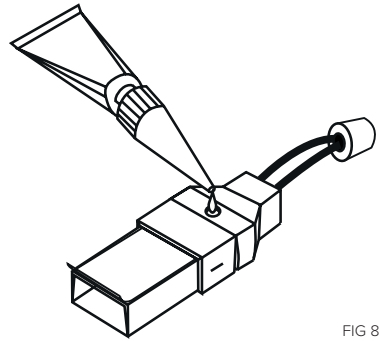

FIG 8.
8. Spuit het afdichtmateriaal via de achterzijde (zie fig 8) in de connector en plaats de afdichtdop. Na 60 minuten is het afdichtmateriaal voldoende gedroogd voor beweging. Na 24 uur is het afdichtmateriaal volledig uitgehard.